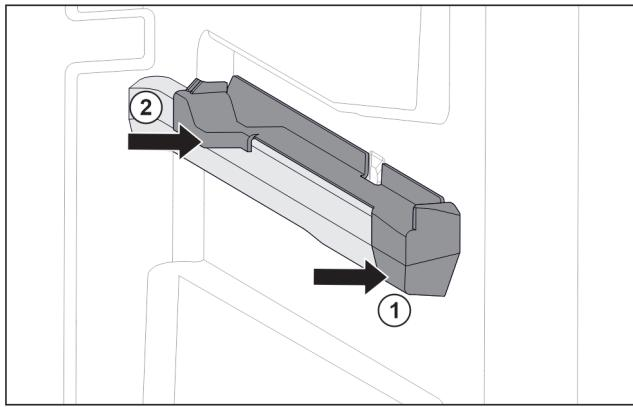

Fig. 75 Nasazovací díl na pravém žebrování na nádoby
- Nasadte nasazovací díl na žebrování na nádoby. Fig. 75 (1)
- Přitlačte nasazovací díl k zadní části. Fig. 75 (2)